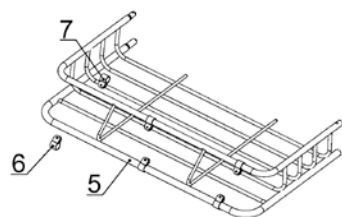

fig. 2
2. Placez la plate-forme avant (n° 5) à plat sur le plancher. Fixez les pinces supérieures (n° 7) et les pinces inférieures (n° 6) sur les tubes supérieurs et inférieurs du porte-charge de la façon décrite à la fig. 2.